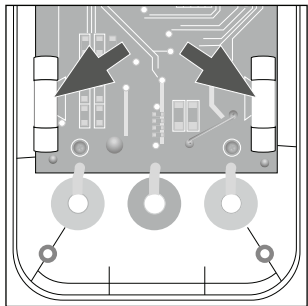

Fig. 6
- ◆ Cambie el fusible defectuoso F1 (F 250 mA/300 V) o F2 (F 10 A/300 V) por uno nuevo del mismo tipo (consulte la fig. 6).